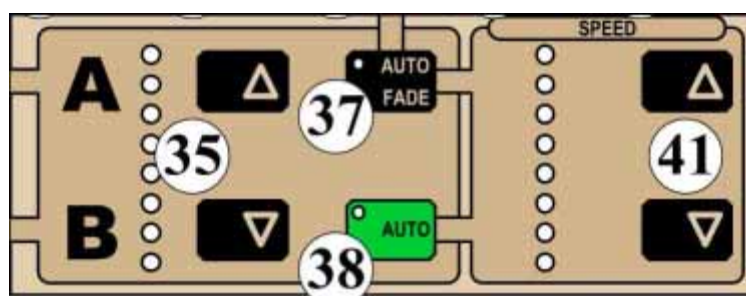

Рис. 5 – Элементы управления переходами между линейками микширования
При запуске перехода между входами, сигнал, выбранный на одном ряду (с помощью кнопок (30) и (31)), микшируется или вытесняется шторкой сигналом, выбранным на другом ряду. Переход может выполняться автоматически кнопкой **[AUTO]** (38) или вручную с помощью кнопок (35), полностью или частично (См. рис.5). Скорость выполнения перехода между линейками А и В устанавливается кнопками (41). Светодиод на кнопке **[AUTO]** (38)